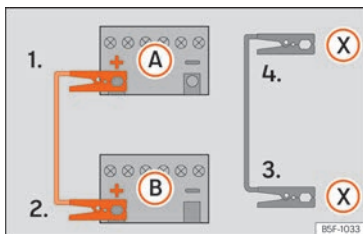

Fig. 83 Schema elettrico per i veicoli dotati di sistema Start&Stop.
- 4b. *Nei veicoli con sistema Start/Stop:* collegare un'estremità del cavo nero di emergenza (X) a un terminale di massa idoneo, a un elemento metallico massiccio avvitato al monoblocco del motore o al monoblocco stesso » » » fig. 83.
5. Collegare l'altra estremità del cavo nero (X), al monoblocco del motore del veicolo con la batteria scarica oppure ad un elemento metallico massiccio annesso al monoblocco e comunque non nelle immediate vicinanze della batteria (A).